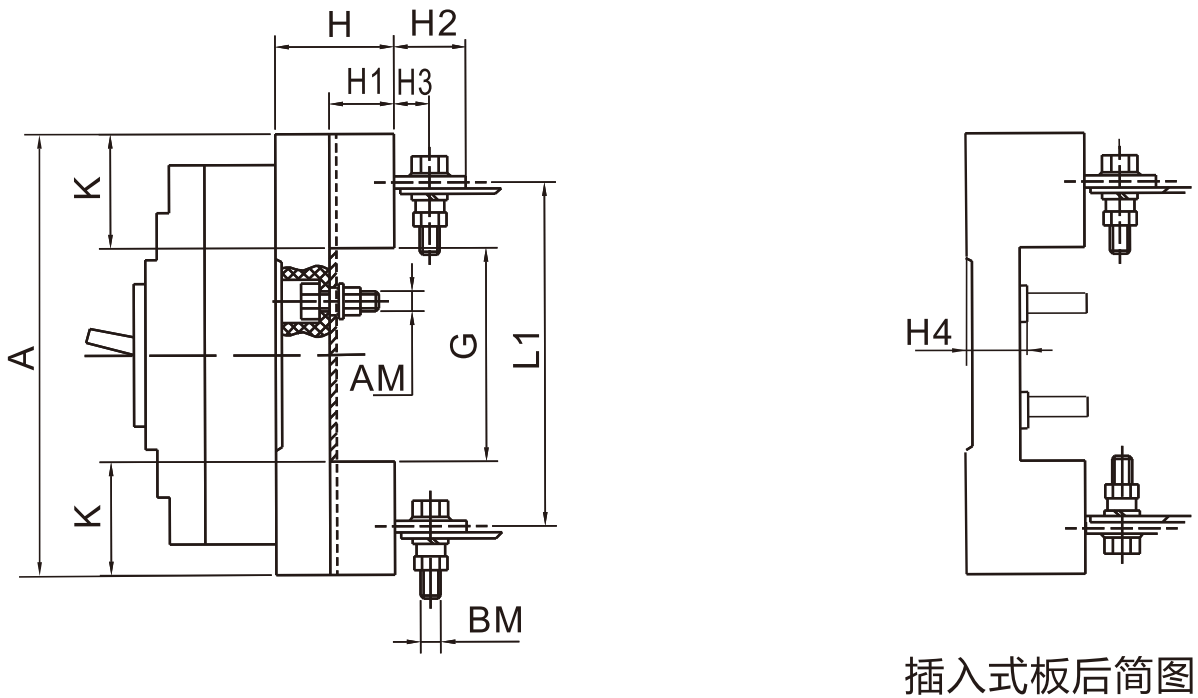

图9 插入式板后外形尺寸(单位:mm)
(1) 插入式板后接线外形尺寸见图9、表15 (X-X、 Y-Y为断路器中心)